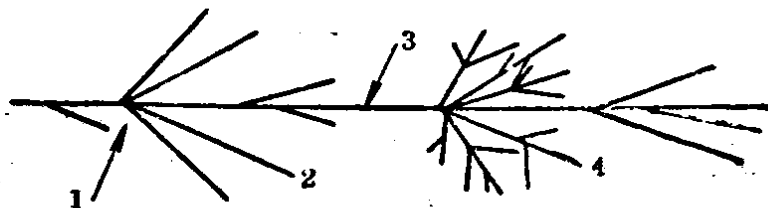

图 1-2 火花的名称
1) 火花的名称(图 1-2) 从砂轮上直接射出的呈直线的火流,称为流线。在流线中途爆裂的明亮点,称为节点。由节点射出的分叉直线,称为芒线。芒线可以有二根、三根或多根。在流线和芒线上,由节点射出细短直线流,称为节花。节花也有一次花、二次花和多次花。